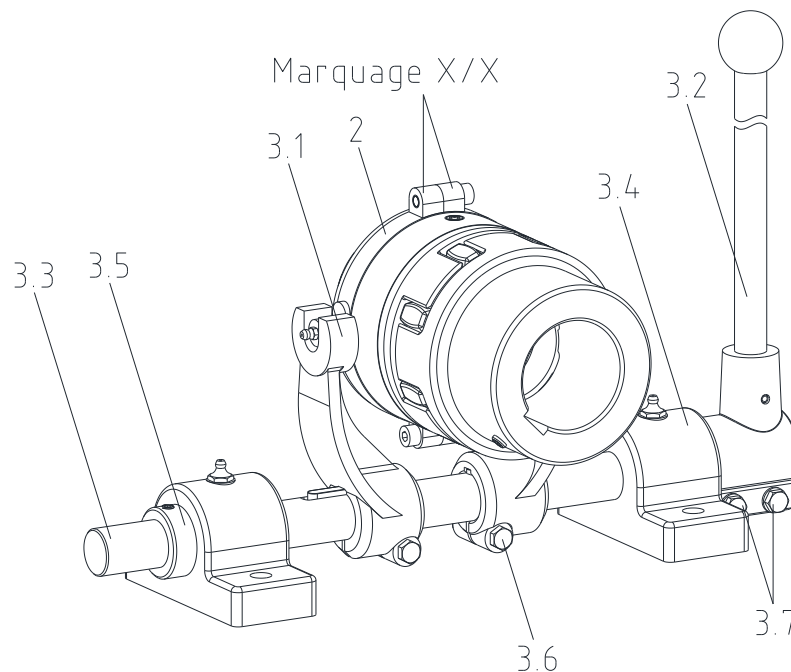

Fig. 12 : ROTEX® SD avec levier
- Placez les tourillons du collier (composant 2) dans les fourches (composant 3.1) (voir figure 12).